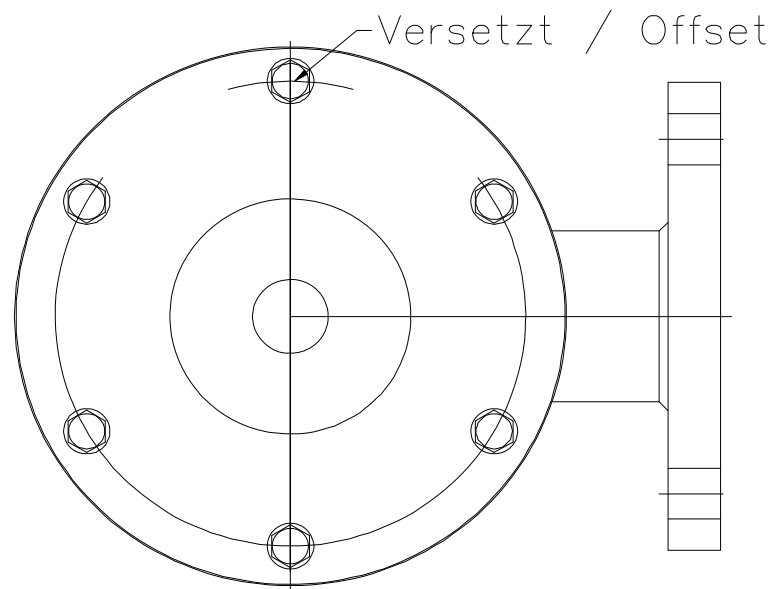

Bild 1
- **Die Detonationsrohrsicherung ist nur von einer Seite flammendurchschlagsicher** d.h. der Anschluss muss wie in Bild 1 dargestellt erfolgen.
(Siehe Bild 1)
Zusammenbau (Siehe Bild 1)
Eine Befestigungsschraube des Deckels (Pos.12) ist versetzt angeordnet (Siehe Bild 1), um eine falsche Deckelposition zu vermeiden.
- die vollständige Seriennummer (SN)
- Bestellnummer und Bestellbezeichnung (Position siehe **Bild 1**)